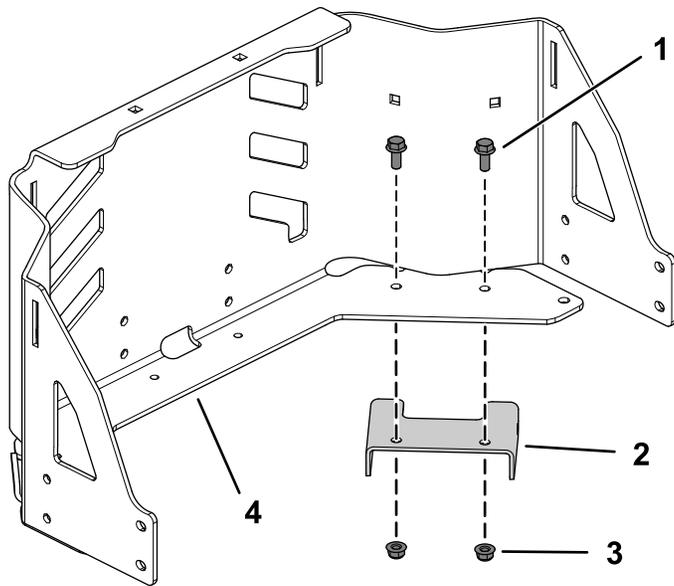

Figura 1
1. Sujete el soporte al protector del motor usando 2 pernos con arandela prensada (5/16" x 3/4") y 2 tuercas con arandela prensada (5/16"), como se muestra en Figura 1.